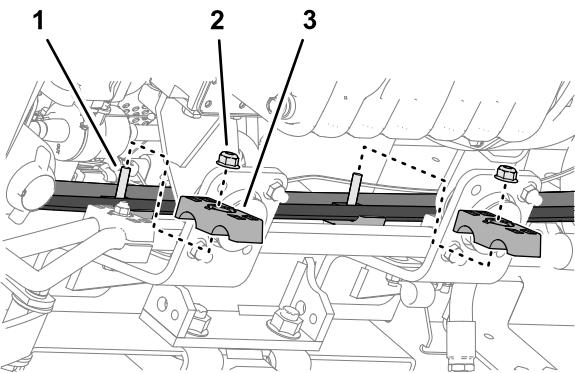

図 127
5. 2つの半割れチューブクランプをキャップスクリューに取り付け、半割れチューブクランプとホース(図 127)を2つのフランジヘッドロックナット(5/16")で固定します。